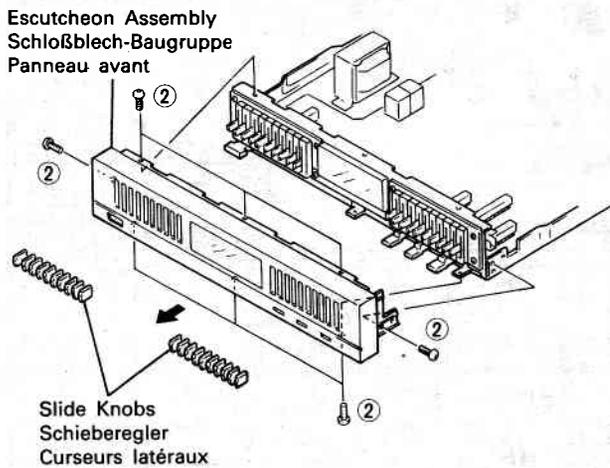

Fig. 2 Abb. 2
2. Escutcheon Assembly (Fig. 2)
2. Schlossblech-Baugruppe (Abb. 2)
2. Panneau avant (Fig. 2)